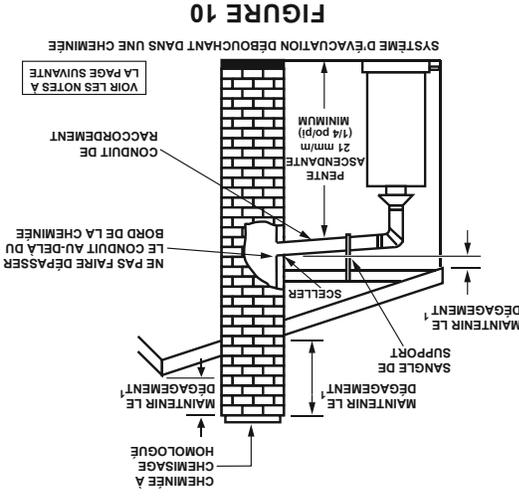

FIGURE 10
Les Figures 10 à 12 montrent des exemples de systèmes de tuyauterie d'évacuation et peuvent ou non correspondre à l'installation particulière considérée. Consulter l'édition courante du Code d'installation du gaz naturel et du propane (CSA B149.1).
- Le conduit de raccordement ne doit pas pénétrer au-delà du bord intérieur de la cheminée car cela peut restreindre l'espace entre le conduit et la paroi opposée de la cheminée (Figure 10).
Lors de la pose d'un conduit de raccordement (Figures 10 à 12) :